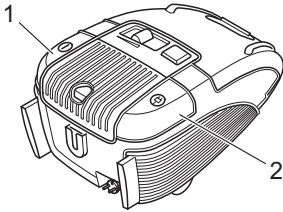

Abb. 15
1. Schalten Sie den Bodenstaubsauger am Ein-/Ausschalter (Abb. 15/1) aus und ziehen Sie den Stecker aus der Steckdose.
3. Drücken Sie die Kabelaufrolltaste (Abb. 15/2), um das Stromkabel einzuziehen.